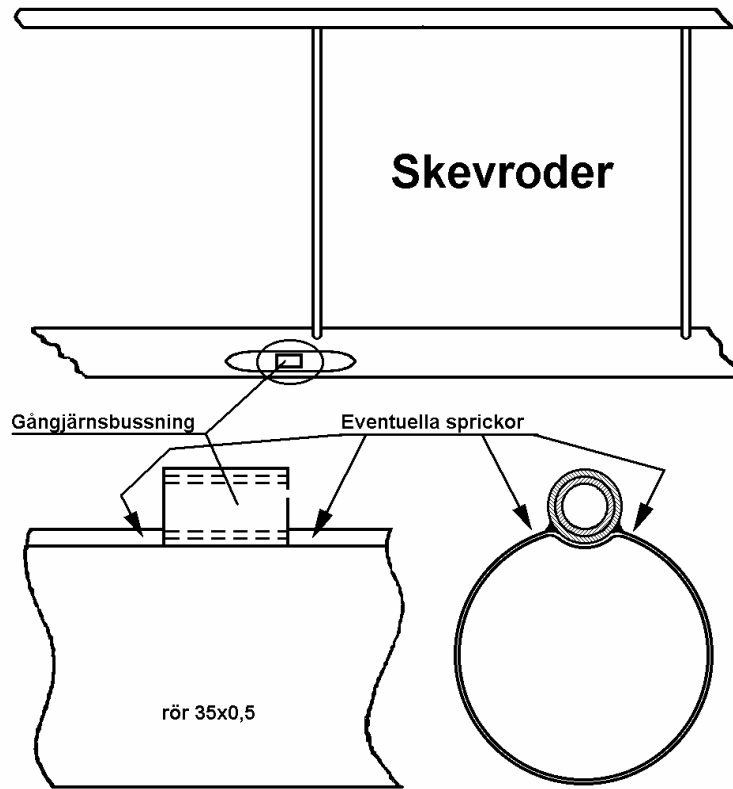

Fig 1
1. Demontera skevroderen. Ta bort duk och färg med en radie av ca. 5 cm runt gångjärnsbussningarna på skevroderen. Kontrollera svetsarna och området närmast bussningarna med ett förstoringsglas med 10 ggr förstoring, se fig. 1. Om det inte finns några skador så är det bara att måla och laga hålen i duken.